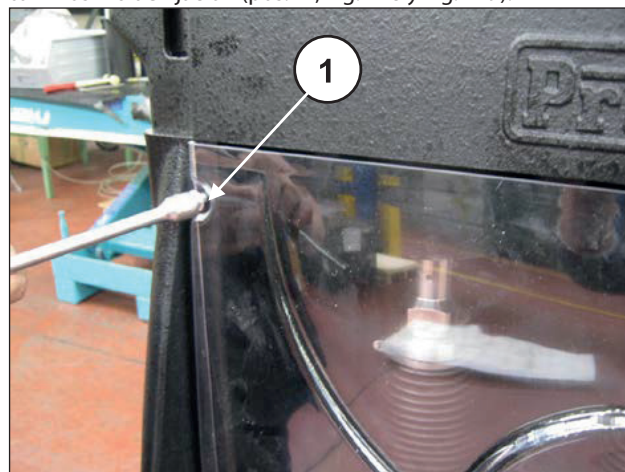
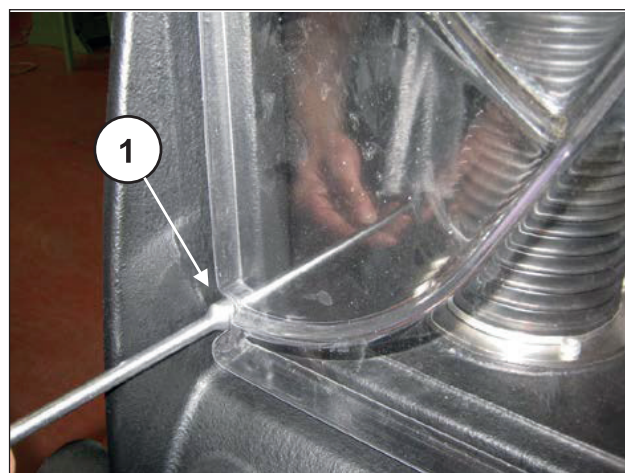

Fig. 218
Fig. 219
Colocar la tapa de inspección apretando con atención los 4 tornillos M6 de fijación (pos. ①, Fig. 218 y Fig. 219).